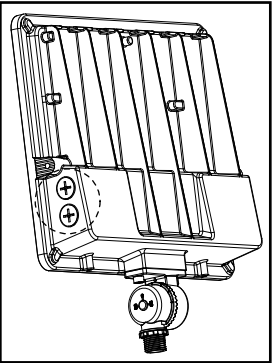

Figure 7
- 2. Pour régler la puissance, la température de couleur, la distribution et la cellule photoélectrique, enlevez les deux fiches situées sur le côté du luminaire (figure 7).
Le module de contrôle photoélectrique se trouve dans la fiche la plus éloignée du support du luminaire (figures 7 et 8).